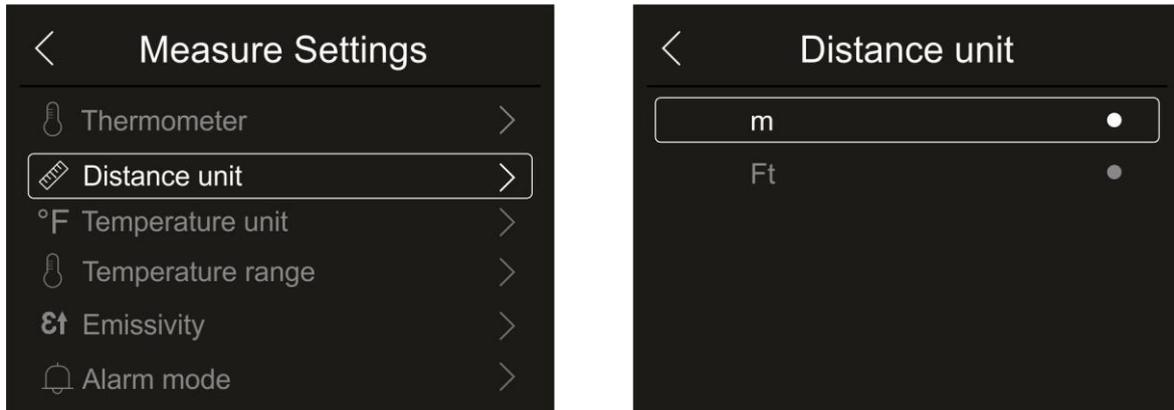

Fig. 25: Menú configuración unidad medida de distancia
1. Toque el texto “Distance unit” para realizar la configuración de la unidad de medida de la distancia. Se muestra la Fig. 25 – parte derecha: